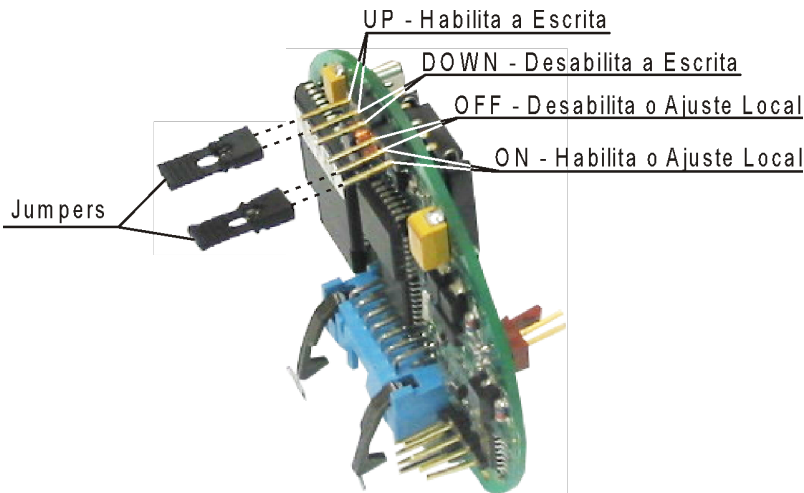

Figura 4.2 - Jumpers W1 e W2
- ✓ **PROTEÇÃO DA ESCRITA – Escrita Proteg:** O configurador somente mostrará que a escrita está habilitada se o jumper W2 da placa principal estiver conectado nos pinos sobre a palavra DOWN. (ver figura 4.2).
Jumper W1 conectado em ON (Veja a Figura 4.2):
Jumper W2 conectado em DOWN (Veja Figura 4.2):